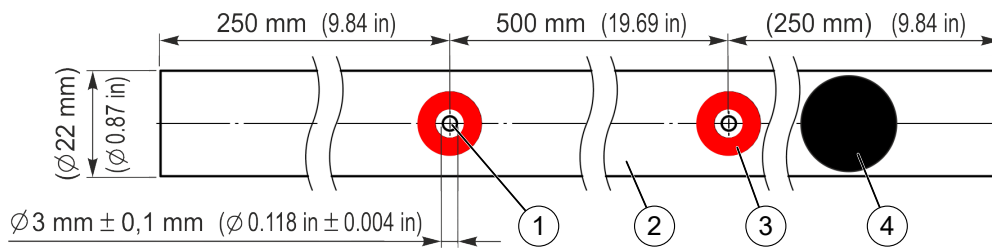

Abb. 34: Ansaugrohr
1. ➤ Ansaugbohrungen (Abb. 34/1) in die Ansaugrohre (Abb. 34/2) bohren. Abstände und Bohrungsdurchmesser gemäß Abb. 34 ausführen.
3. ➤ Auf den Ansaugrohren die Bereiche für die roten Bohrungsmarkierung (Abb. 34/3) entfetten.
- Schwarzen Aufkleber³⁾ (Abb. 34/4) zentrisch über die überzählige Bohrung kleben.